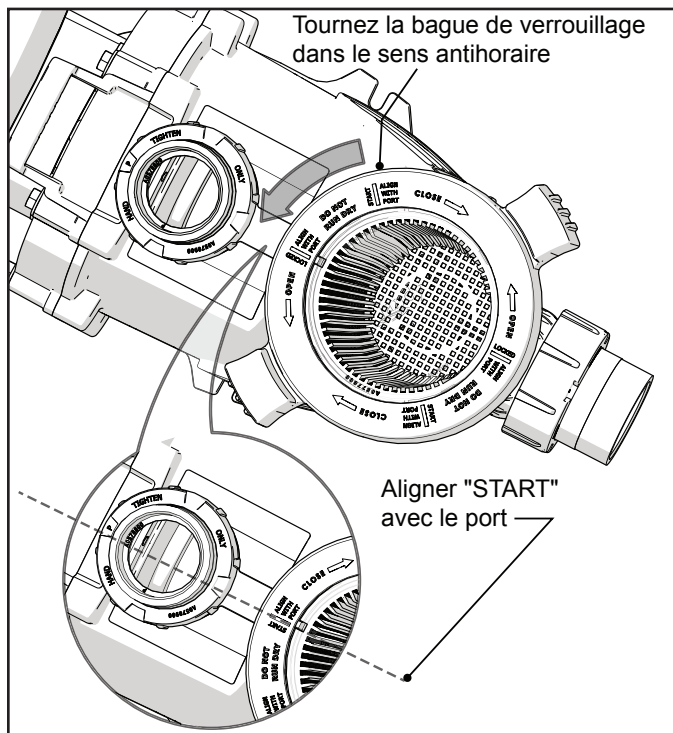

Figure 9. Dégager la bague de verrouillage
4. Tourner la bague de verrouillage selon le sens antihoraire jusqu'à ce que le repère « START » s'aligne sur les ports. Voir "Figure 9. Dégager la bague de verrouillage"